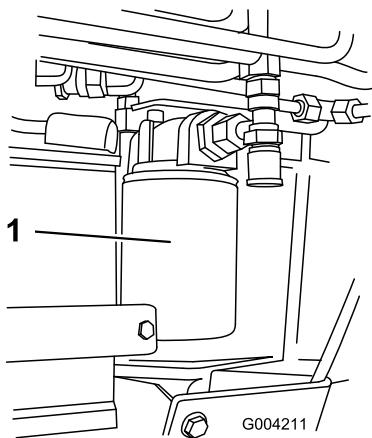

Figura 51
4. Coloque un recipiente debajo del filtro (Figura 51).
5. Retire el filtro usado (Figura 51) y límpie con un paño la superficie de la junta del adaptador del filtro.
7. Instale el filtro hidráulico nuevo en el adaptador del filtro (Figura 51). Apriete el filtro en el sentido de las agujas del reloj hasta que la junta de goma entre en contacto con el adaptador del filtro, luego apriete el filtro tres cuartos de vuelta más.